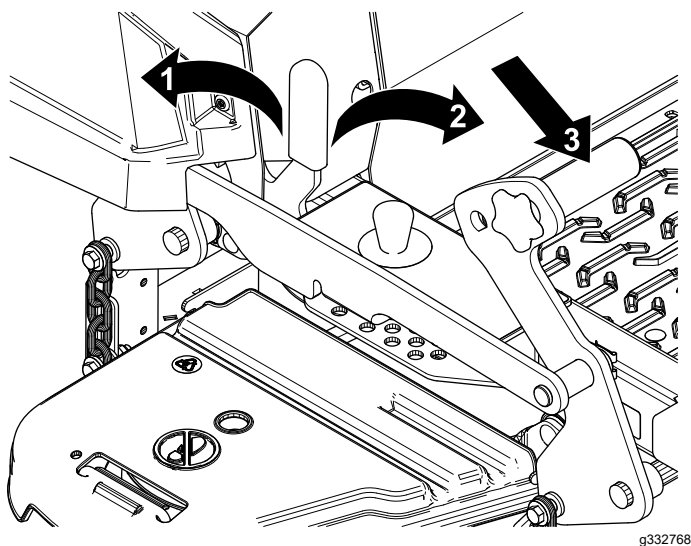

Figura 30
1. Presione el pedal de elevación de la carcasa hacia adelante del todo para bloquear la carcasa de corte en la posición de TRANSPORTE (Figura 30).
2. Presione el pedal de elevación de la carcasa hacia adelante y empuje el bloqueo de transporte hacia adelante a la posición de DESBLOQUEADO, luego baje lentamente la carcasa de corte (Figura 30).